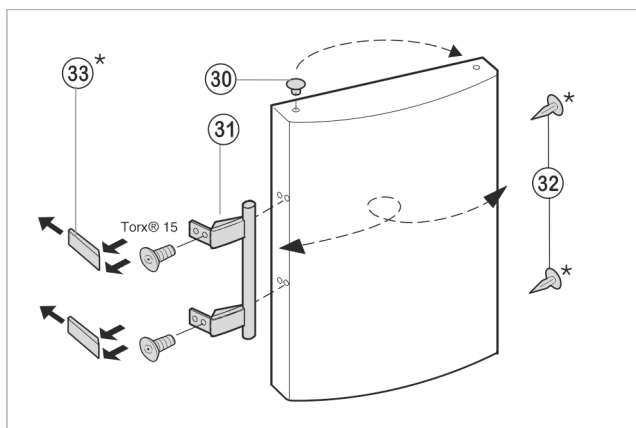

Fig. 8
- ▶ Az ajtó csapágyerselyéből emelje ki és helyezze át a tömítéseket Fig. 8 (30).
- ▶ Szerelje le az ajtó fogantyúját Fig. 8 (31), a tömítéseket Fig. 8 (32) és a nyomólemezeket Fig. 8 (33), és helyezze át az ellenkező oldalra.